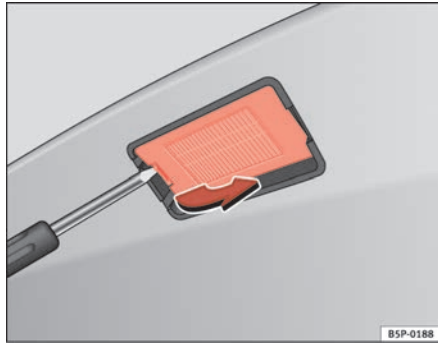

Abb. 193 Kennzeichen-
- Das Lampenglas mit einem Schraubendreher vorsichtig an der Vertiefung heraushebeln, wie dies der Pfeil zeigt ⇒ Abb. 193.